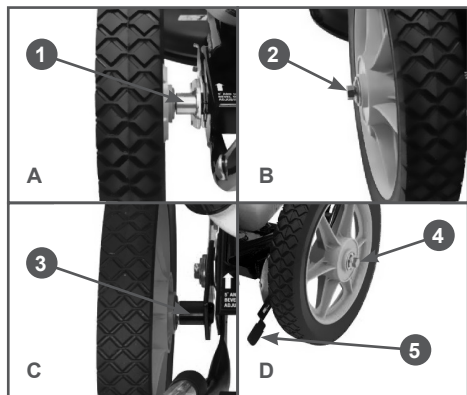

Рис. 5 Установка колес
1. Установите правое колесо на ось рамы, используя более длинные: втулку 1 и болт 2 крепления длиной 120 мм (Рис. 5А, 5В). Надежно затяните болт с помощью ключа 14 мм с усилием 34 Нм.
2. Установите левое колесо на ось 3 узла регулятора, используя болт крепления длиной 85 мм (Рис. 5С, 5Д). Надежно затяните болт с помощью ключа 14мм с усилием 34 Нм.